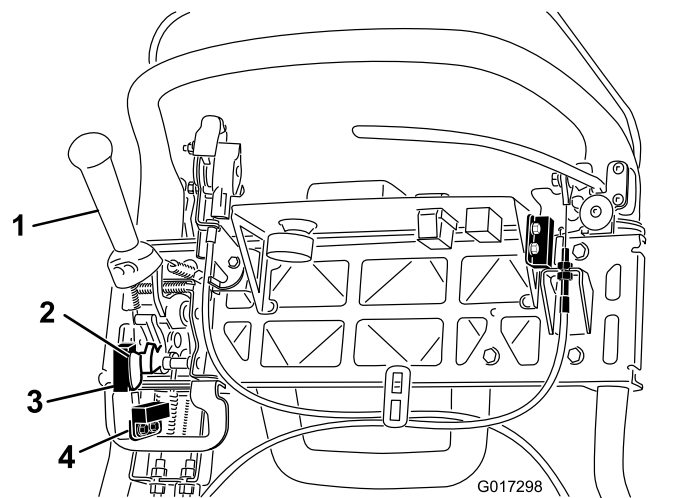

図 42
4. インタロックスイッチを固定しているねじをゆるめる 図 42。
5. 走行レバーとインタロックスイッチとの間に厚さ1.6mmのすきまゲージをはさむ 図 42。
4. 刈り込みセンサー取り付けねじをゆるめる 図 42。
5. 刈り込みセンサーフラッグとセンサーとの間に厚さ1.6 mmのシムをはさむ 図 42。